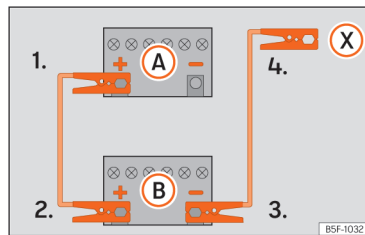

Fig. 212 Schema electrică pentru autovehicule fără sistem Start-Stop.
- La autovehiculele fără sistem Start-Stop: conectați un capăt al cablului de pornire asistată negru la borna negativă  a autovehiculului care furnizează curent  » fig. 212.